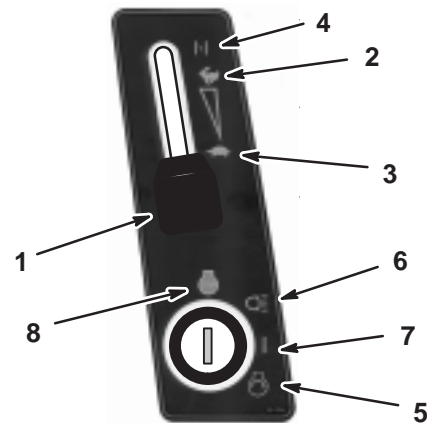

Figure 11
5. Si le moteur est froid, placez la commande d'accélérateur en position Starter (Fig. 11).
6. Tournez la clé de contact dans le sens des aiguilles d'une montre et maintenez-la en position de démarrage (Fig. 11). Relâchez-la quand le moteur démarre.
7. Lorsque le moteur a démarré, amenez progressivement la manette d'accélérateur en position de Régime maximum (Fig. 11).
1. Placez la manette d'accélérateur en position de ralenti (Fig. 11).
2. Tournez la clé de contact à la position contact coupé ("OFF") (Fig. 11).